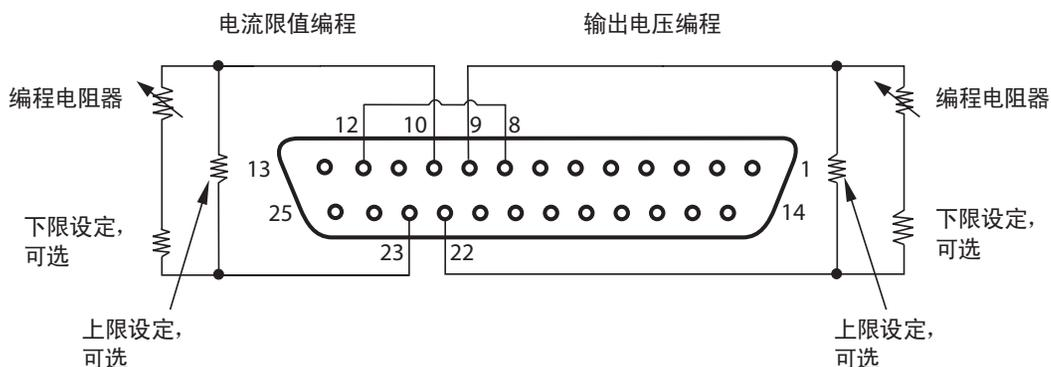

图 6-2: 远程电阻编程示意图
6. 把编程电阻器与 J1 接头连接在一起，如图 6-2 所示。